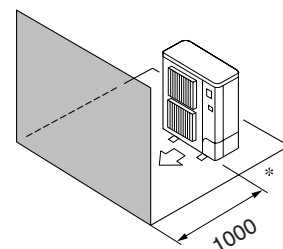

Fig. 2-5
- ④ Solo ostacoli anteriori (Fig. 2-5)